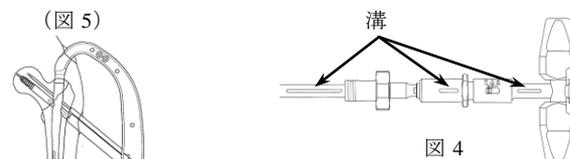

図 3
- 3) ガイドピンを介してラグスクリューを挿入し、ラグスレッドに抵抗を感じ始めたところで切換スイッチを「正転」に切換え挿入していきます。ラグスクリュー・リバーススレッドを使用する場合は、「逆転」の位置に合わせます。(図 3)